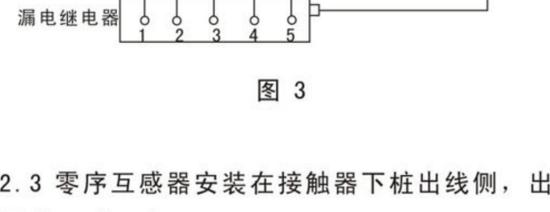

图 3
5.2.2 继电器下方5个接线端子，“1”接零线，“2”和“3”接接触器上桩三相电源中的任意二根相线“4”和“5”输出，直接接在接触器线圈的两端（见图3）。连接线必须是截面大于是1.5mm²铜芯绝缘导线。